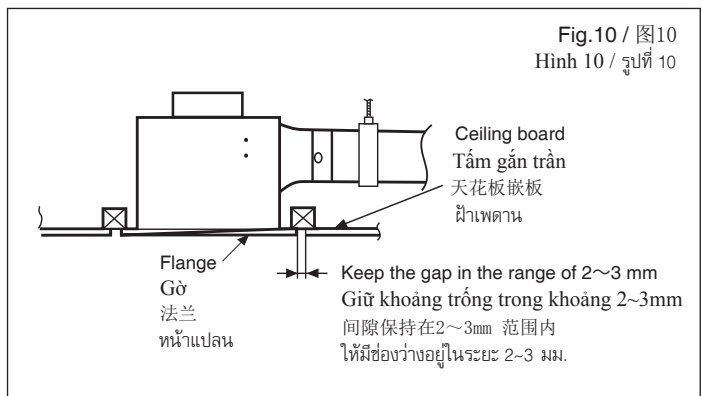

Fig.10 / 图10
- ⑧ ต่อท่อ ➡ ดูที่หน้า 11
- ⑨ Install ceiling board, keep the gap of flange and ceiling board in the range of 2~3 mm. (Fig.10)
- ⑨ Lắp đặt tấm gắn trần, giữ khoảng hờ của gờ và tấm gắn trần trong khoảng 2~3 mm. (Hình 10)
- ⑨ 安装天花板嵌板, 使法兰与天花板嵌板的间隙保持在 2~3mm 范围内 (图10)。
- ⑨ ติดตั้งฝ้าเพดาน โดยให้ช่องว่างระหว่างหน้าแปลนและฝ้าเพดานอยู่ที่ 2~3 มม. (รูปที่ 10)